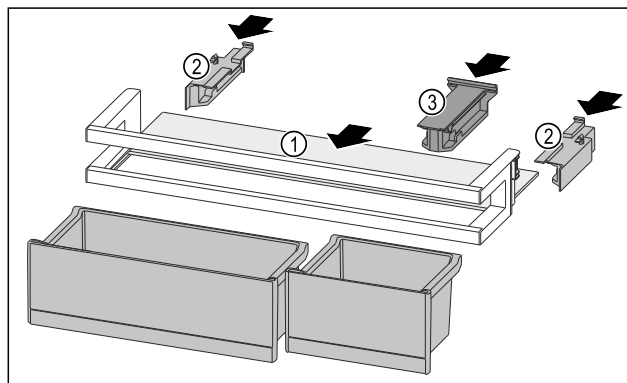

Fig. 278
- Työnnä säilytyshylly Fig. 278 (1) sivuille oleviin koloihin.
- Aseta sivuosat Fig. 278 (2) paikoilleen.
- Aseta kiinnitysosa Fig. 278 (3) paikalleen.